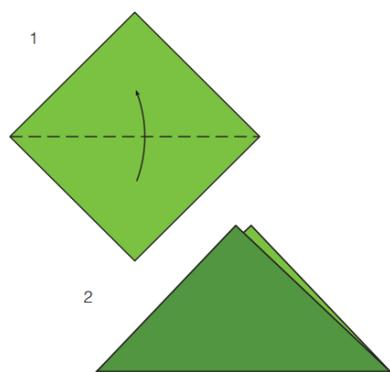

Рис. 3.36. Базовая форма «треугольник»
Базовая форма «треугольник» (рис. 3.36)
1. Сложите квадратный лист бумаги по диагонали, совмещая нижний левый угол с верхним правым (см. рис. 3.36). Разверните. Сложите лист бумаги по диагонали еще раз, совмещая нижний правый угол с верхним левым. Разверните. Получились две пересекающиеся в центре квадрата диагональные линии сгиба, которые соединяют его противоположные углы.